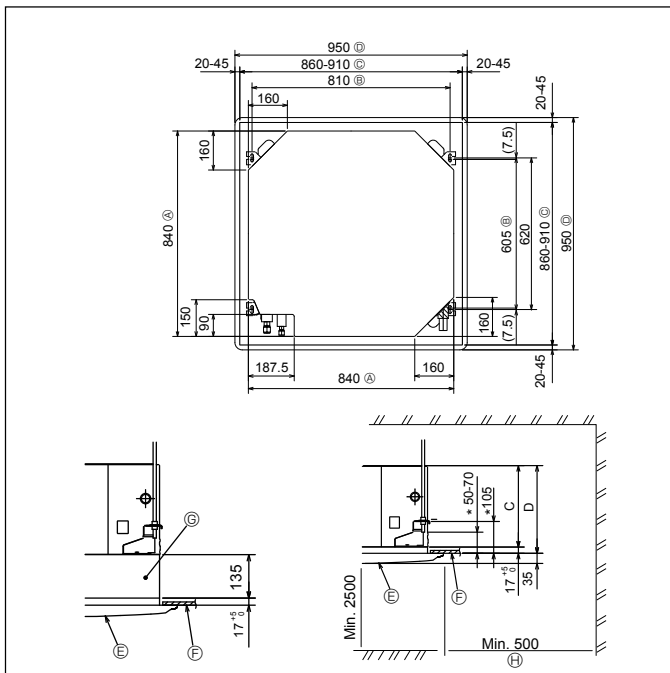

Fig. 2-2
2.2. Ouvertures dans le plafond et emplacement des boulons de suspension (Fig. 2-2)
- Les dimensions de l'ouverture dans le plafond peuvent être définies au sein de la plage indiquée dans la Fig. 2-2 ; centrer l'appareil principal par rapport à l'ouverture dans le plafond, en veillant à la symétrie de chaque côté par rapport à l'orifice.